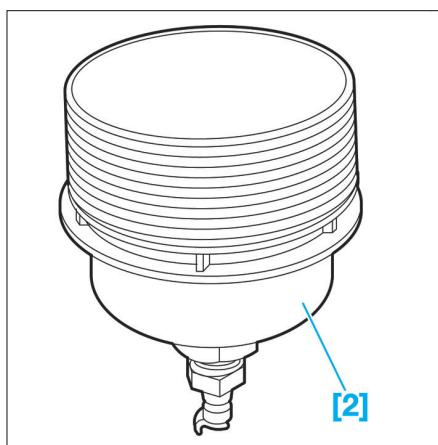

Fig. 18
- [2]. Adaptateur pour bouchon de filtre à huile (réf : 1503-J) (**Fig.18**).